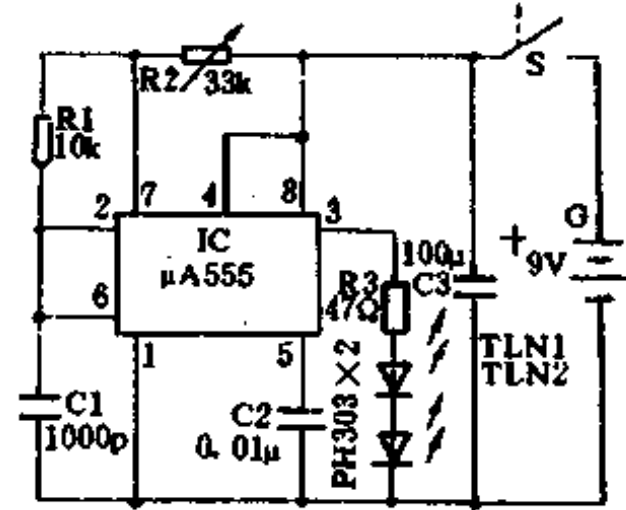

图1-166
图1-166为遥控发射电路。555时基电路(IC)、电阻R1和R2、电容C1组成一个脉冲振荡器,其振荡频率为40kHz,可由理论公式 $f=1.443/(R2+2R1)C1$ 进行估算。当合上按键开关S时,IC获得工作电压,其脉冲振荡电流从IC的③脚输出,使红外发射管TLN1和TLN2发出经40kHz脉冲调制的红外光。这里使用两只红外发射管TLN1和TLN2,主要是用来增强红外光强度和发射半径。使用时,应细心调整R2的阻值,使其发射频率能落在接收机的选频频率范围内。电源G可采用9V叠层电池,以缩小其体积。